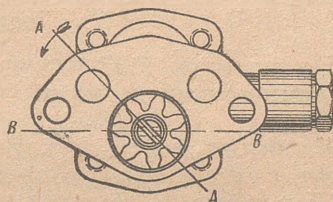

Рис. 88. Положение масляного насоса перед установкой на двигатель
1. Повернуть вал насоса так, чтобы прорезь для шипа валика прерывателя стала по направлению А—А, как это показано на рис. 88.
2. Осторожно поставить насос на место, проследив за тем, чтобы шестерня при установке насоса не задевала за стенки отверстия в блоке. Когда шестерня привода масляного насоса войдет в зацепление с шестерней кулачкового вала, то она, ввиду наличия винтового зуба, повернется, и прорезь станет в положение В—В, показанное на рис. 88 пунктиром.